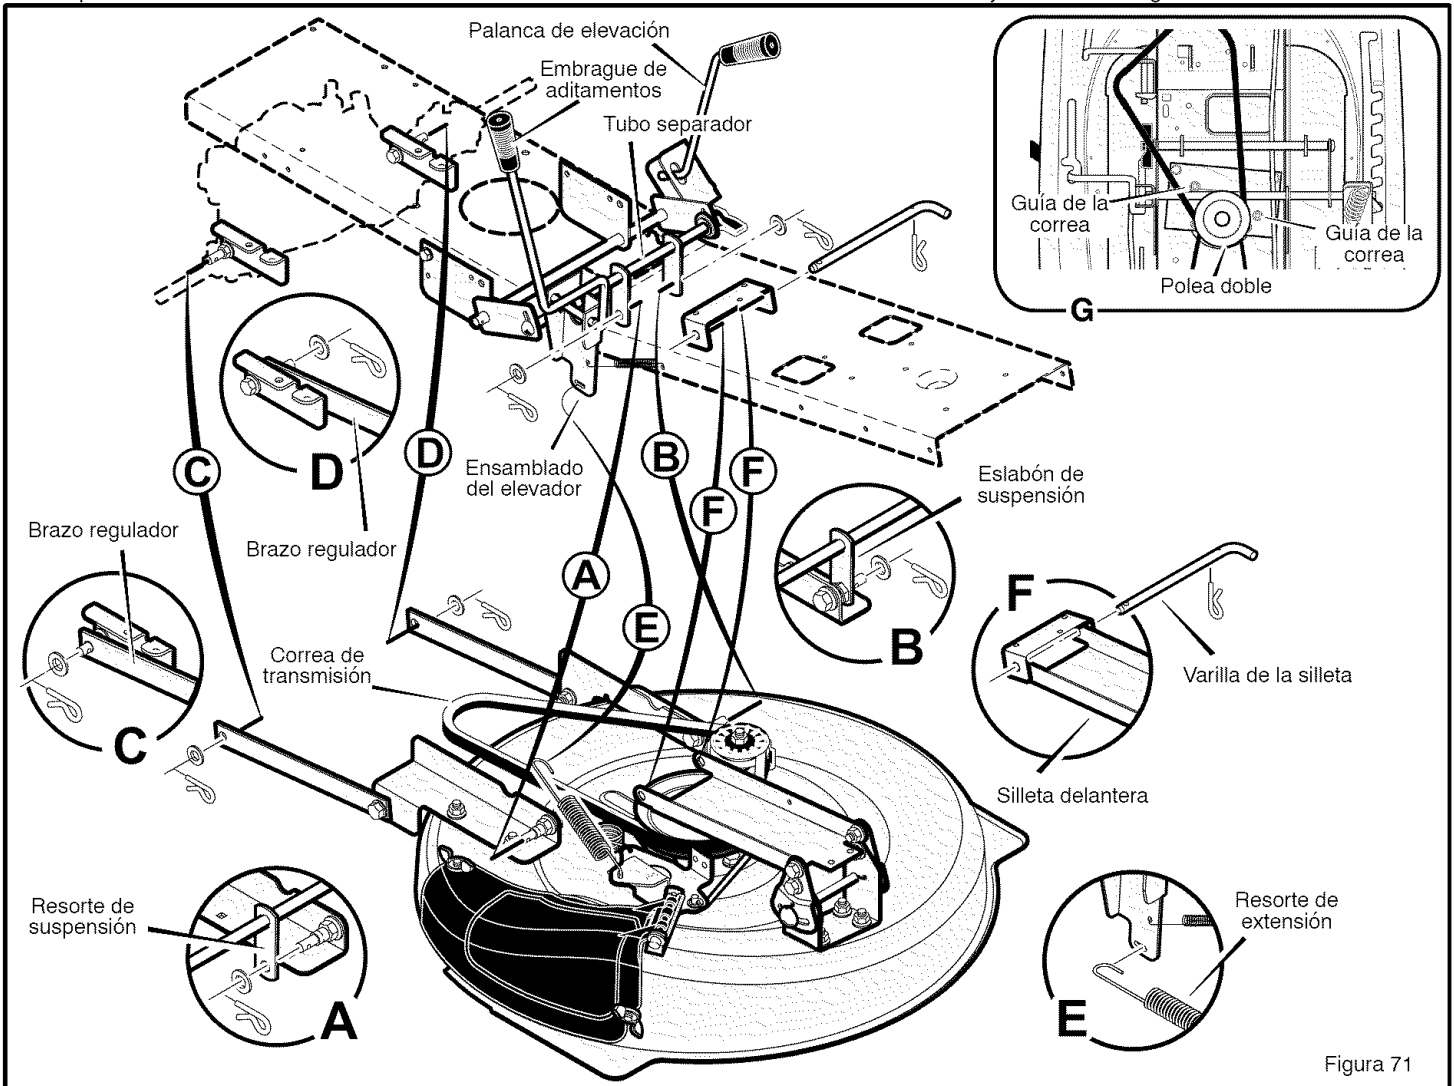

Figura 71
3. Quite los pasadores abiertos y las arandelas de las **mordazas traseras** (Figura 71). Vea las ilustraciones C y D.